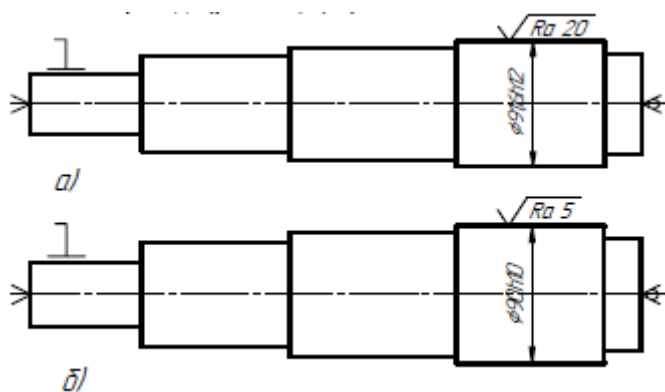

Рис. 2.5. Операционные эскизы
Требуется для ступени этого вала, имеющей диаметр d_a с шероховатостью $Ra1,25$ определить промежуточные припуски на все переходы расчетно-аналитическим способом. Исходные данные для решения задачи по вариантам даны в табл. 2.6 на рис. 2.5.
Задание 2.10. Ступенчатый вал (см. рис. 2.5 и табл. 5.1) изготавливается в условиях крупносерийного производства из поковки штампованной из стали 40X ($\sigma_B=800$ МПа). Отдельные ступени вала, имеющие высокую точность и малую шероховатость, подвергаются круглому шлифованию однократному (4) или двукратному (1 и 3).